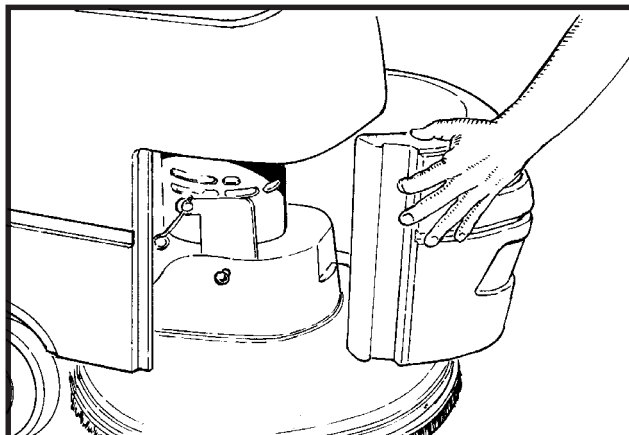

Abb. 15a
4. Öffnen Sie die Bürstenmotorabdeckung und entfernen Sie das Bürstengehäuse. Siehe Abb.15a und 15b.
4. Öffnen Sie die Bürstenmotorabdeckung und entfernen Sie das Bürstengehäuse. Siehe Abb.15a-c.